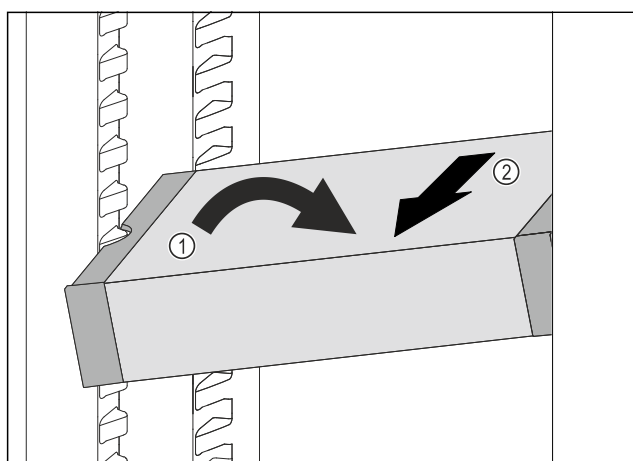

Fig. 136
- VarioSafe im Kühlteil schräg stellen. Fig. 136 (1)
- VarioSafe nach vorne entnehmen. Fig. 136 (2)